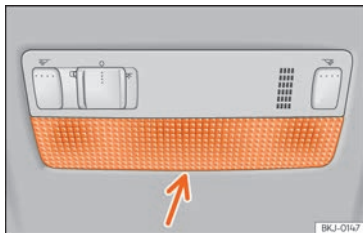

Abb. 112 Leseleuchte vorne.
- Das flache Ende eines dünnen Schraubendrehers zwischen Gehäuse und Glas einführen »» Abb. 112.